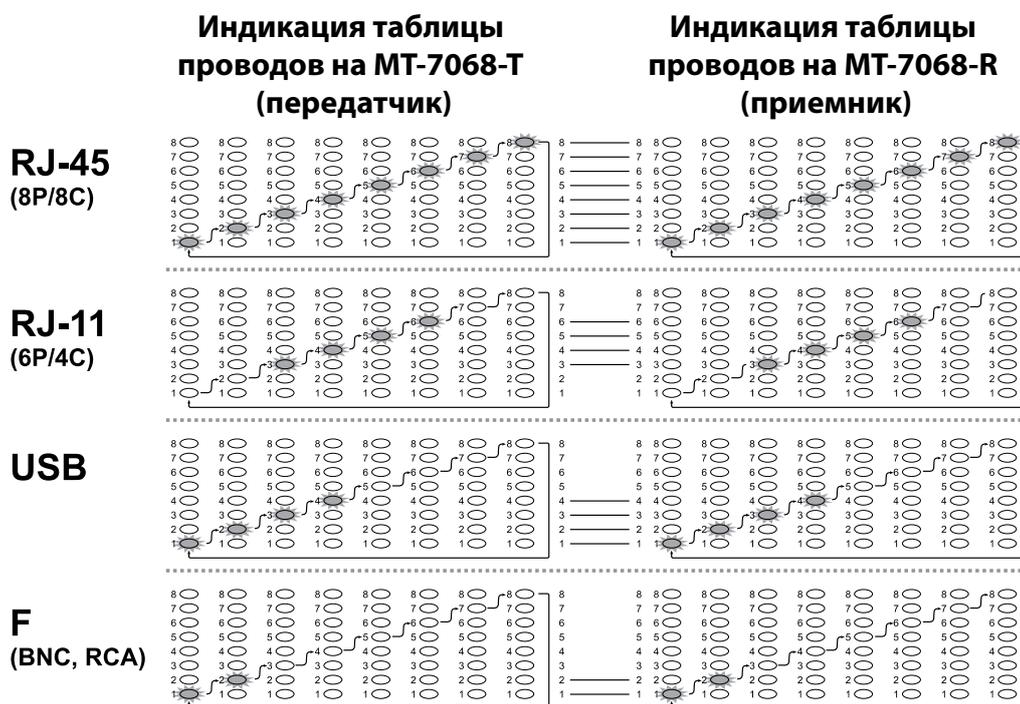

Рис. 6. Примеры индикации таблицы проводов для разных типов соединителей
3. Различные типы разъемов дают различные варианты световой и звуковой сигнализации. Примеры конфигураций светодиодов на светодиодном индикаторе, которые имеют место при проверке схем кабелей, приведены на рис. 6.